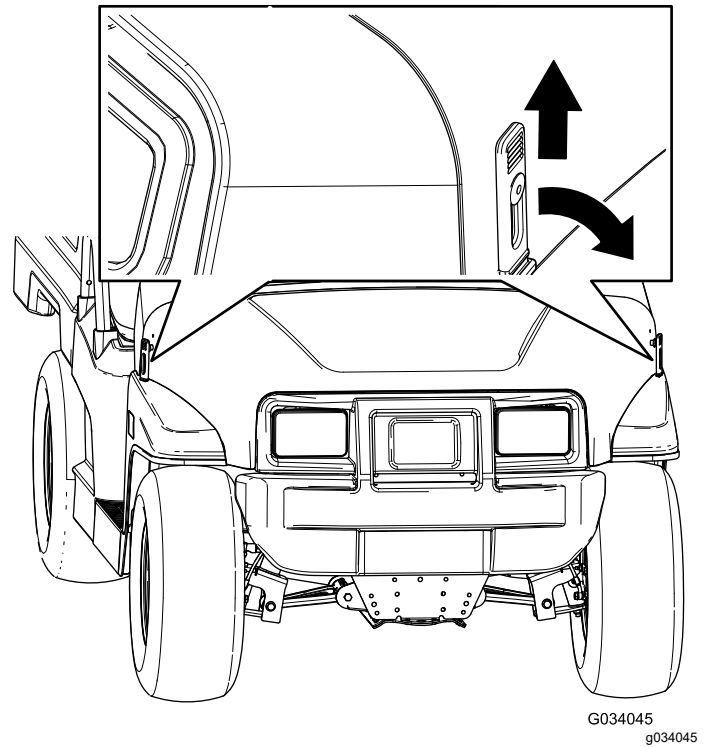

Figura 23
2. Sujete el capó alineando los cierres de goma con los anclajes situados en cada lado del capó (Figura 23).
1. Tire hacia arriba de los cierres de goma de cada lado del capó (Figura 23).